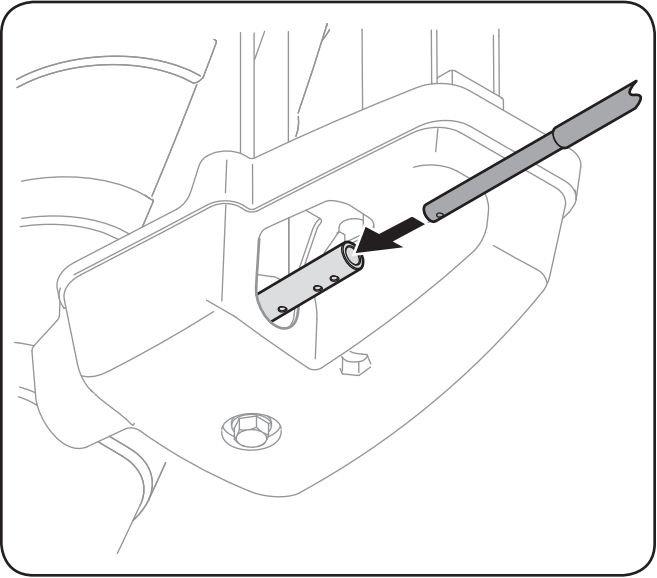

Figure 3-4
2. Insérez l'extrémité ronde de la tige de commande de la goulotte (trou vers le haut) à fond dans la tête de commande de la goulotte. Voir la Figure 3-4.